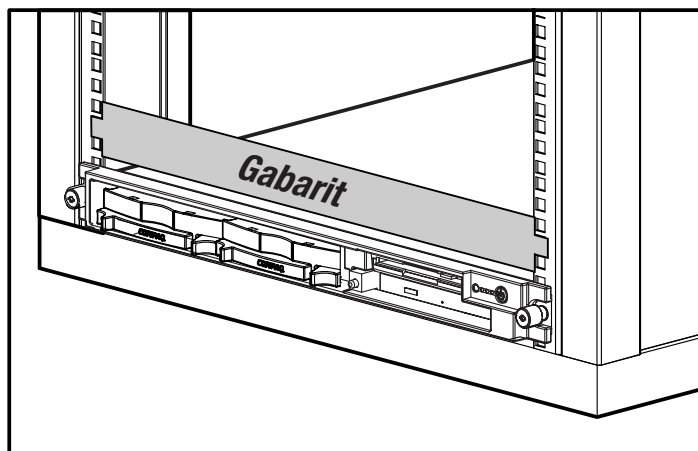

Figure 4-2. Fixation du gabarit à l'avant du rack
3. Utilisez les bords supérieur et inférieur du gabarit comme repère et marquez l'emplacement du serveur sur les montants du rack à l'aide d'un crayon ①. Alignez les modèles de trou sur le gabarit avec les trous sur les montants du rack.
4. Allez à l'avant du rack et placez le gabarit en bas du rack ou directement au-dessus d'un élément précédemment monté. Fixez le gabarit à l'avant du rack en insérant les deux onglets dans les trous de montage. Reportez-vous à la figure 4-2.